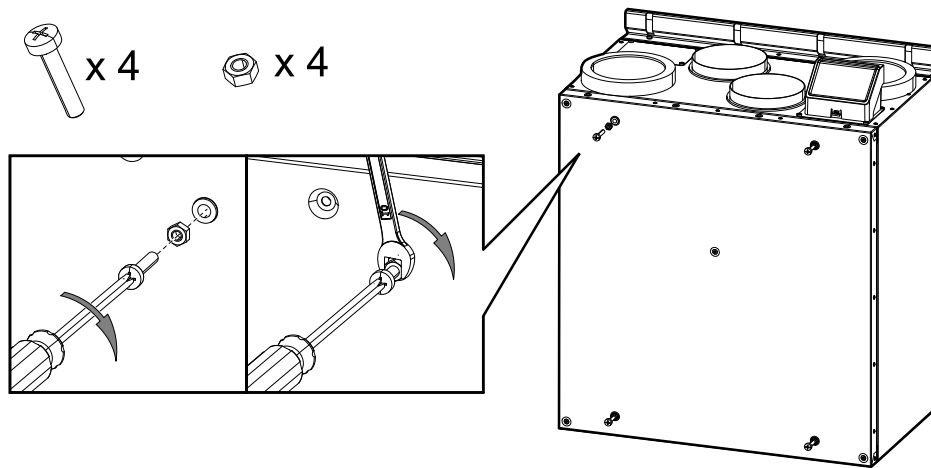

Bild 19 Die Installation der Schrauben
1. Vier M6-Schrauben in die Gewindeeinsätze am Gerät montieren und mit Sechskantmutter sichern (Abbildung 19). Der Abstand der Schrauben kann nachträglich justiert werden.